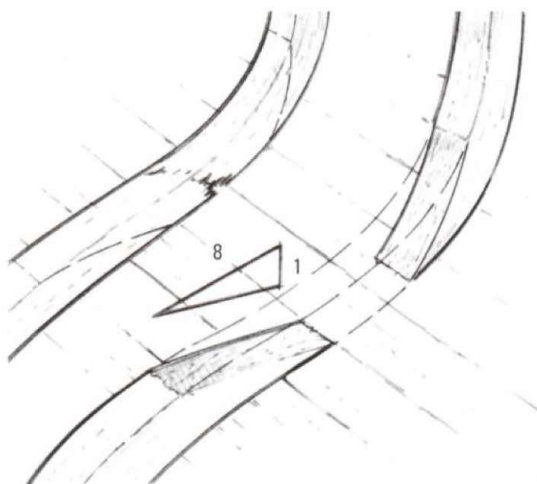

Рисунок 4-4 Полностью вырежьте повреждённый участок, оставляя скос кромки минимум 8 к 1.
1. Вырежьте повреждённую секцию существующего шпангоута. Сделайте скос кромок в отношении приблизительно 8 к 1 (Рисунок 4-4). Чем длиннее угол скоса, тем прочнее будет соединение. Ремонтируя твёрдые породы древесины, делайте фаску длиннее (12 к 1).